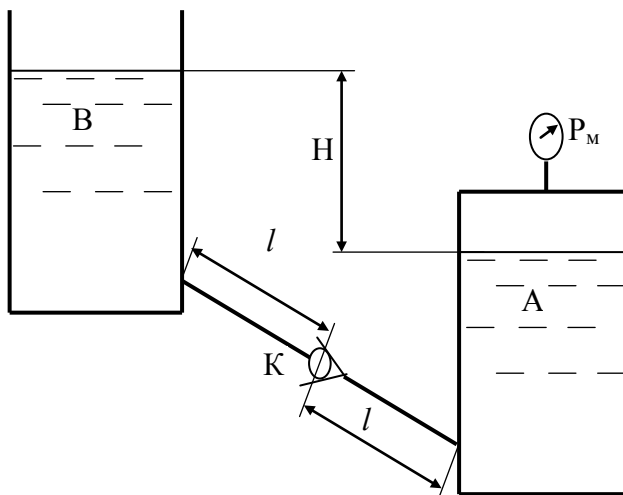

Рисунок 8.5
8.2.9 Чому повинен дорiвнювати манометричний тиск P_m на поверхнi рiдини в закритому резервуарi А (рис. 8.5) для того, щоб забезпечити подачу рiдини Ж в кiлькостi Q при температурi 20°C у вiдкритий резервуар Б? Рiзниця рiвнiв у резервуарах – H . Трубопровiд має довжину $2l$ i дiаметр d . Посерединi нього встановлений клапан К, коефiцiєнт мiсцевого опору $\zeta_{\text{кл}}$.